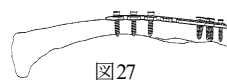

図27
- 1) 全てのスクリューを完全に抜去する前に一度緩めた状態とし、順次スクリューを抜去します。(図27)
- 2.7 ロッキングスクリューの抜去は、ヘクスローブ8 パワーピンドライバの后端にグリップハンドルS (25) を接続します。3.5 ロッキングスクリューの抜去は、ヘクスローブ15 ドライバーを使用します。